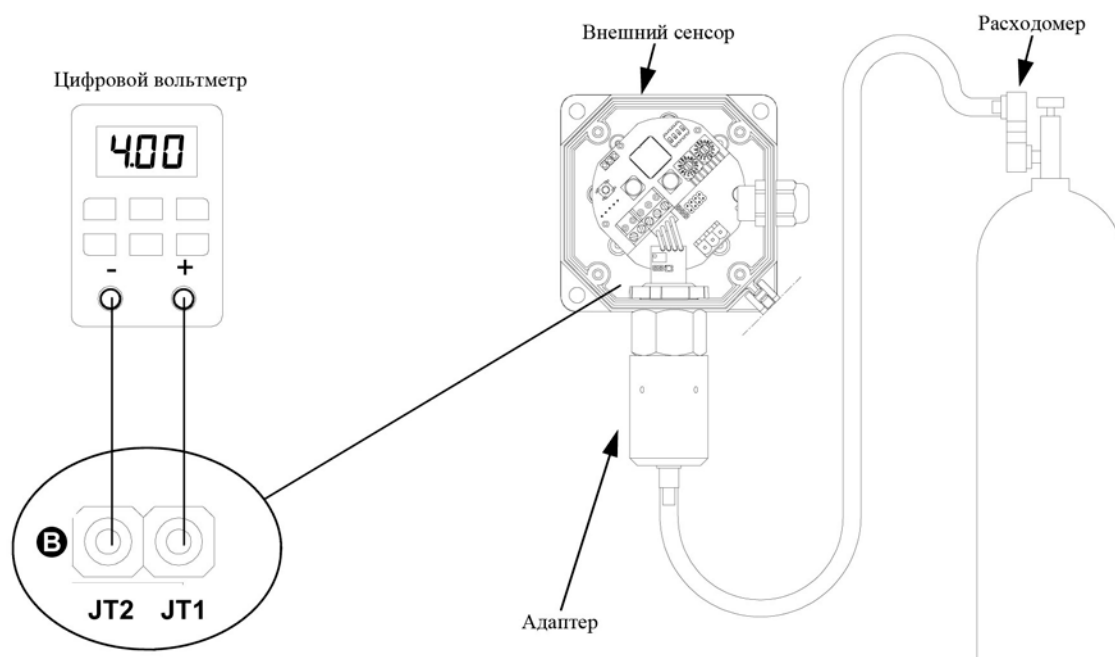

Рис.7 Испытание сенсора с использованием газовых смесей
Прежде чем начать замер значения **Span**, подключите вольтметр **VDC** с автоматической полной шкалой к клеммам сенсора **JT2(-)** и **JT1(+)**, как показано на **рис. 7**.
b. С помощью специального адаптера подать газ на сенсор, как показано на **рис. 7**. Газ должен храниться в баллоне с сертифицированной концентрацией (рекомендуется **200 ppm**).
Прежде чем приступить к калибровке сенсора, подключите вольтметр **VDC** с автоматической полной шкалой к клеммам сенсора **JT2(-)** и **JT1(+)**, как показано на **рис. 7**.